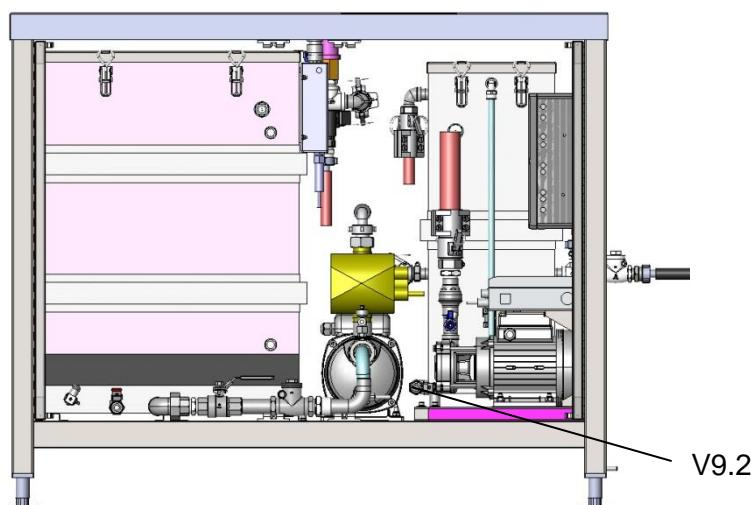

Abb. 16: WVEA, Entleerungshahn V9.2 am Abwassertank
- ◆ Befestigen Sie den Entleerungsschlauch am Kugelhahn V9.2 (siehe Abb. 16:).